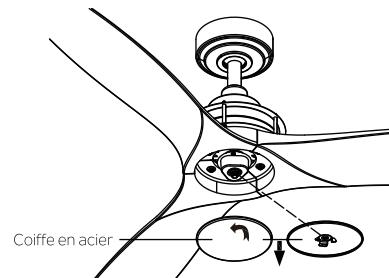

Fig. 21
Étape 1. Retirer la coiffe en acier en le tournant dans le sens anti-horaire . (Fig.21)